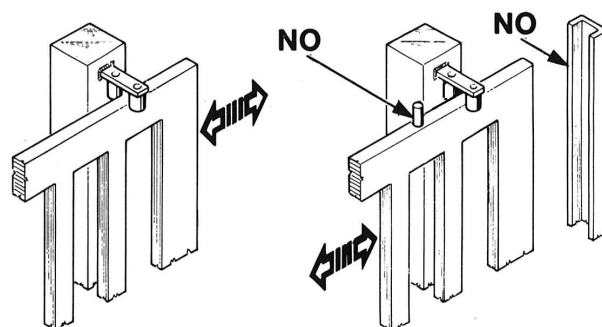

FIG. 3
Las columnas de la verja tienen que llevar en su parte superior unas guías anti-desdarrilamiento (Fig. 3) para evitar desenganches involuntarios.
N.B.: Eliminar los topes mecánicos del tipo descrito en el Fig.3.